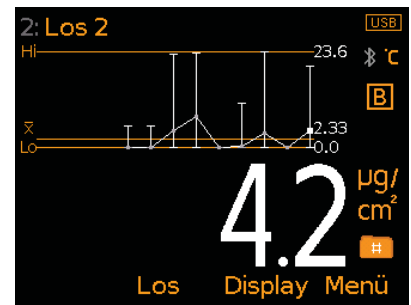

Bild 4: Verlaufdiagramm und Messwerte x1
- **Verlaufdiagramm (Bild 4);** Ein Trendliniendiagramm der letzten 20 Messungen, das bei jeder Messung automatisch aktualisiert wird.